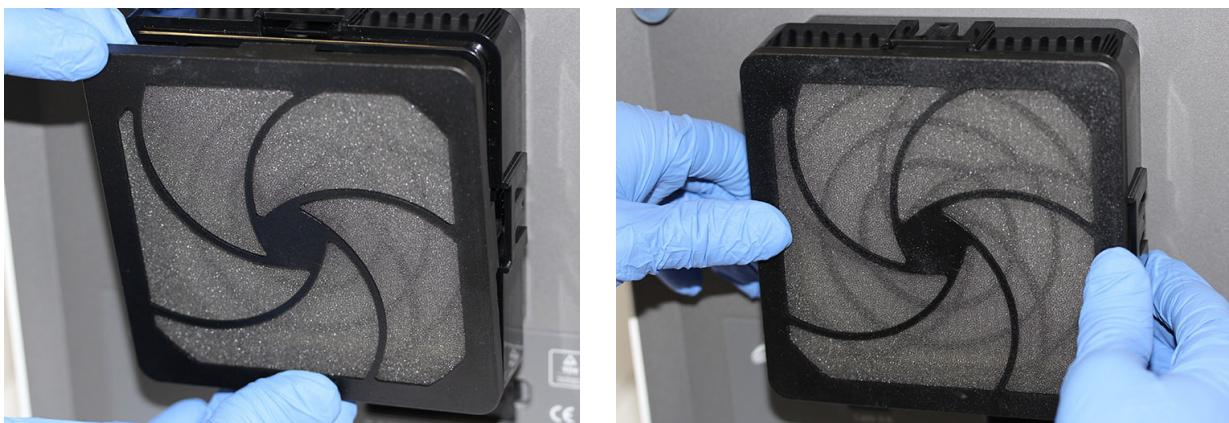

Figura 9-31. Sostituzione del prefiltrato e della relativa griglia di sostegno
4. Posizionare il gruppo così montato, costituito dal prefiltrato e dalla relativa griglia di sostegno, sulla parte superiore della griglia di sostegno del filtro HE spingendo con le dita sopra, sotto e ai lati, in modo da agganciare saldamente la griglia. Vedere la Figura 9-31.